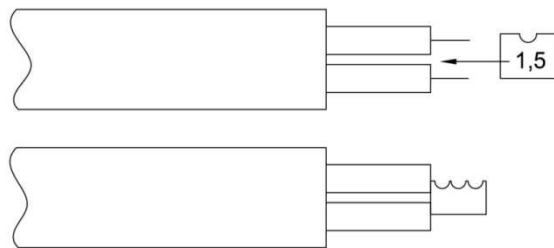

Рис. 9
3.1. Скрутите нагревательные жилы между собой, а затем опресуйте их с помощью обжимных клещей используя соединитель 1,5 мм (рис. 9).